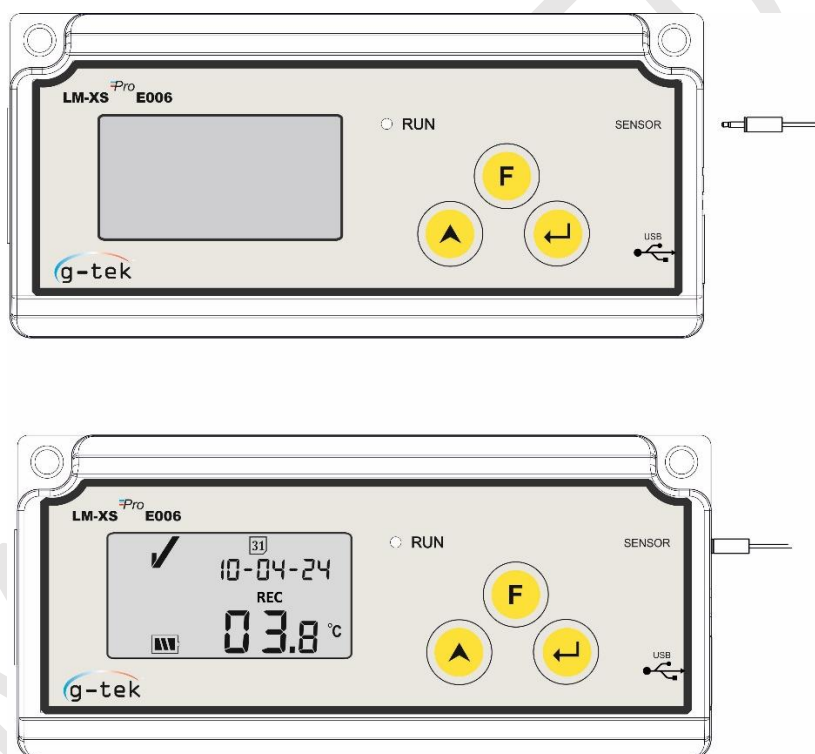

Figure 4 Prise de capteur externe insérée
- Le capteur sera inséré dans l'enregistreur de données LM-XS^{Pro} E006 à l'aide d'un connecteur jack stéréo 3,50 mm à 4 contacts. Connectez le câble du capteur comme indiqué à la figure 4.